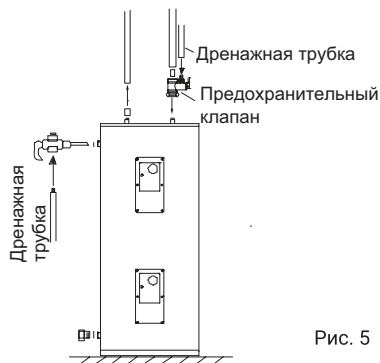

Рис. 5
2. Предохранительный клапан следует устанавливать в месте входа воды (см. рис. 5).